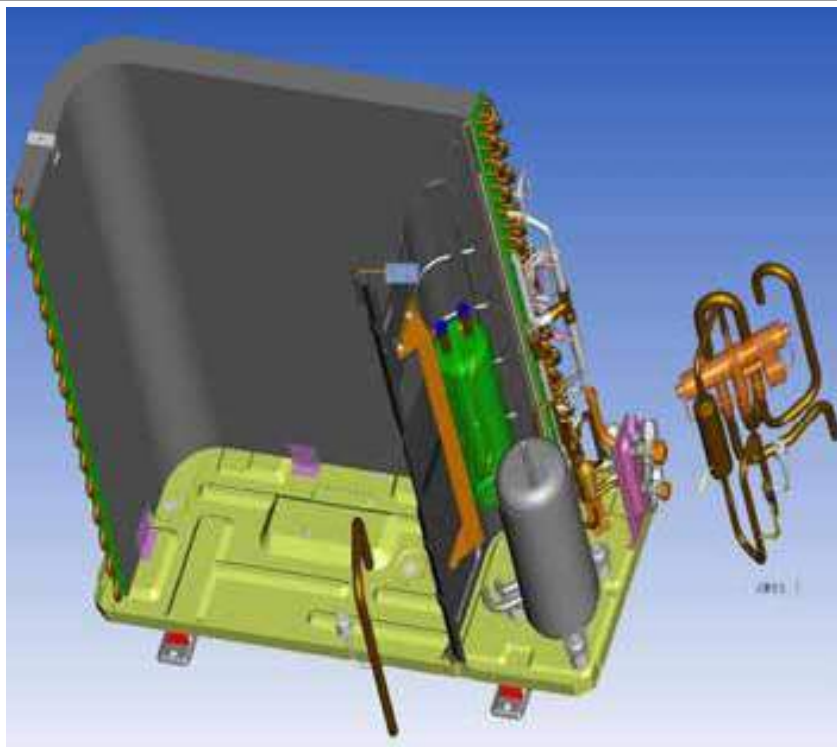

Рис.12
①. Снимите газовый клапан.
- Отпаяйте трубки, подсоединенные к газовому клапану (см.рис.12)